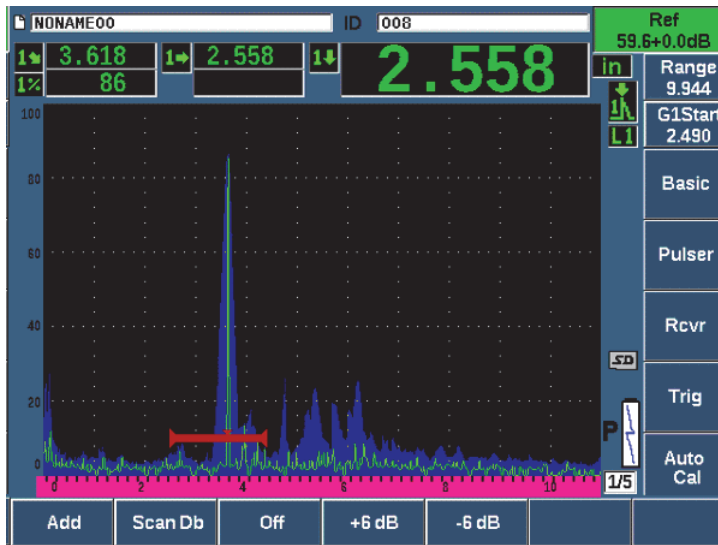

Figura 9-25 Configuración de la ganancia de referencia
- Use los botones de parámetros **Add**, **Scan Db**, **+6 dB**, **-6 dB**, and **Off** para realizar ajustes en la ganancia de escaneo cuando la ganancia de referencia (**Ref**) se encuentra activa (vea la Figura 9-25 en la página 208). Para obtener más información sobre estas funciones, consulte la sección «Determine la ganancia de referencia y la ganancia de escaneo» en la página 134.